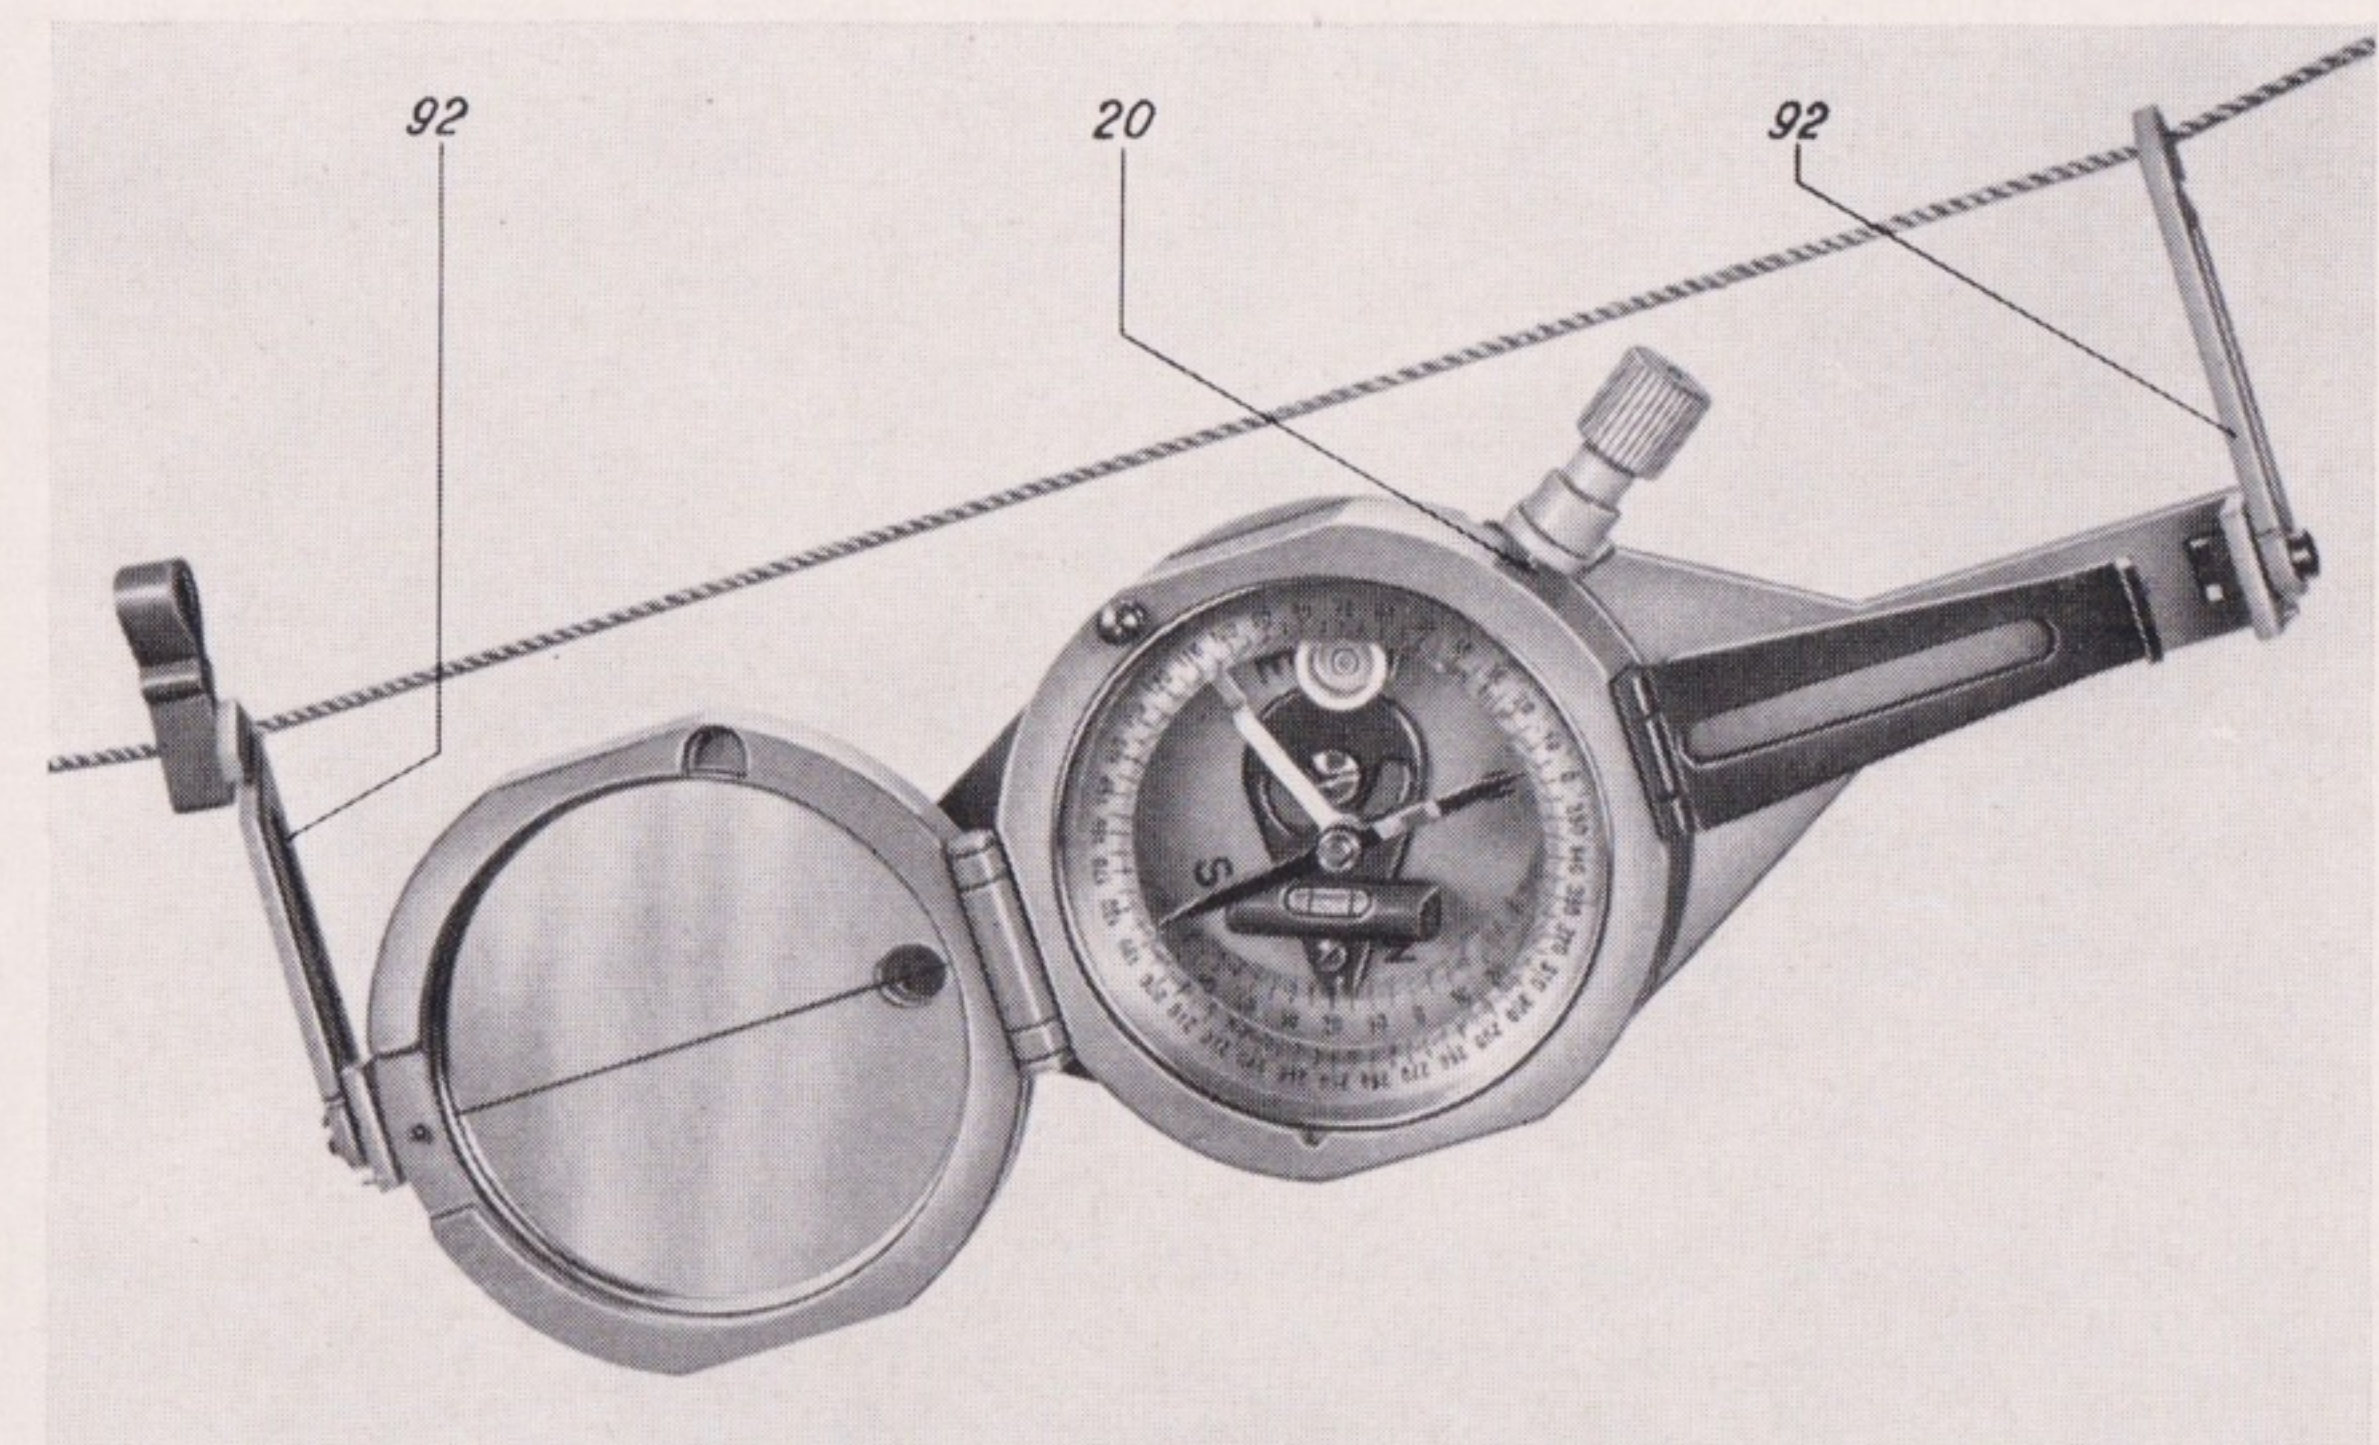

Bild 4
Für die Messung von Vertikalwinkeln (Bild 4) klappen Sie die beiden Hakenlaschen (92) zur Seite. Gegen ein Rutschen auf der Aufhängeschnur sichern die Klammern (3). Die Ablesung des Winkels erfolgt nach Einspielen der Libelle (19), wie bei der Messung mit Stativ und Kugelgelenk.